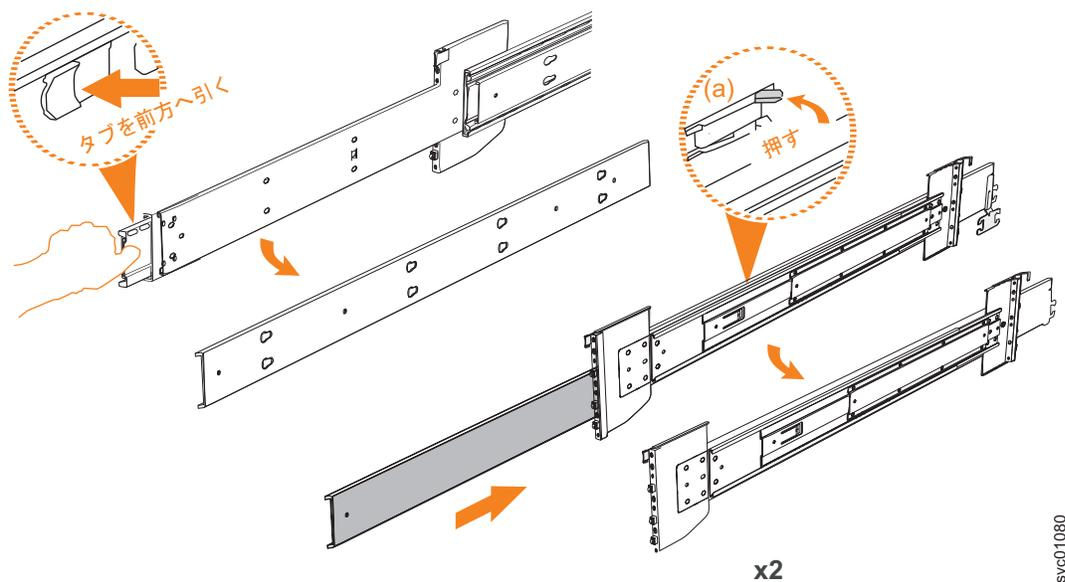

図 90. レールの内部セクションの切り離し
3. レールの内部メンバーを取り外します。タブ (a) を押し、中央のレール・メンバーをスライドさせて戻します (図 90 を参照)。